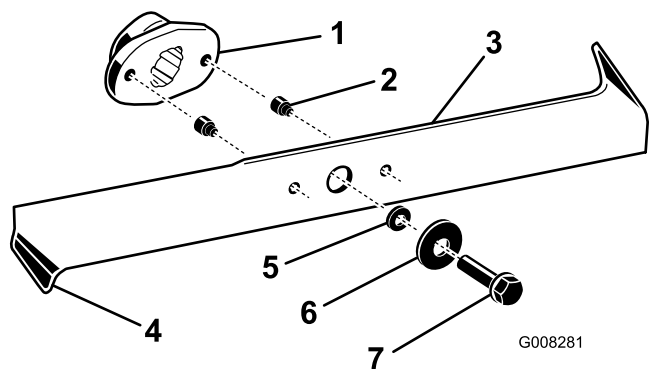

図 39
- 刃先の部分を点検する図 39。刃先が丸くなっていたり、当り傷があれば、ブレードを取り外して研磨する「ブレードの研磨」を参照のこと。
- ブレードを点検、特に曲げ部図 39をていねいに点検する。この部分にわずかも磨耗や破損が見られた場合には、すぐに新しいブレードに交換する。
- シャープピンが折れている場合には、これをすぐに交換する図 39。
- ボルト、ワッシャ、ブレードを外す図 39。ボルトを取り外す時にはブレードとデッキの間に木片をかませてブレードが回転しないようにしておくとい。
- ブレード、ワッシャ、ボルトを取りつける図 39。